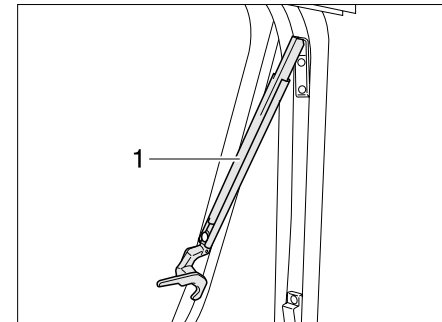

Bild 17 Ausstellfenster mit Automatik-Ausstellern, geöffnet
- ▶ Ausstellfenster bis zur gewünschten Raststellung öffnen. Der Automatik-Aussteller (Bild 17,1) rastet selbstständig ein.